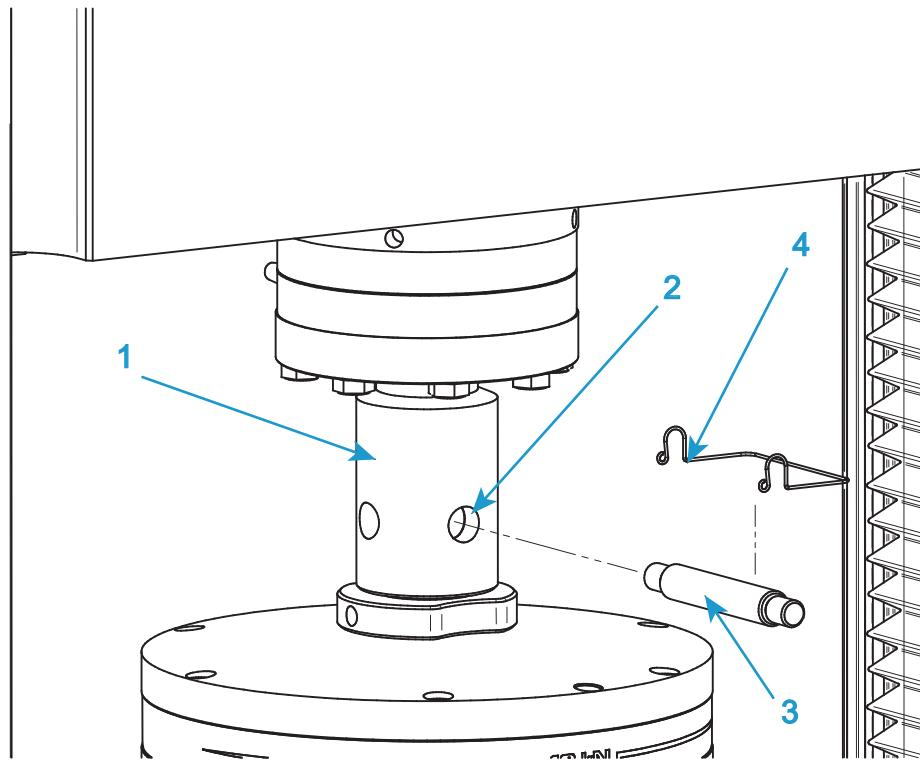

Figura 17. Instalación de mordaza típica
Consulte la Figura 17 en la página 89 cuando siga este procedimiento.
1. Para la mordaza superior, inserte el adaptador de la mordaza en el casquillo de abrazadera hembra (1 en Figura 17) del adaptador de la célula de carga.
2. Alinee los orificios de la abrazadera (2 en Figura 17) e inserte el pasador (3 en Figura 17) a través de los orificios.
3. Sujete el pasador de la abrazadera en su sitio mediante la presilla del pasador de abrazadera (4 en Figura 17).